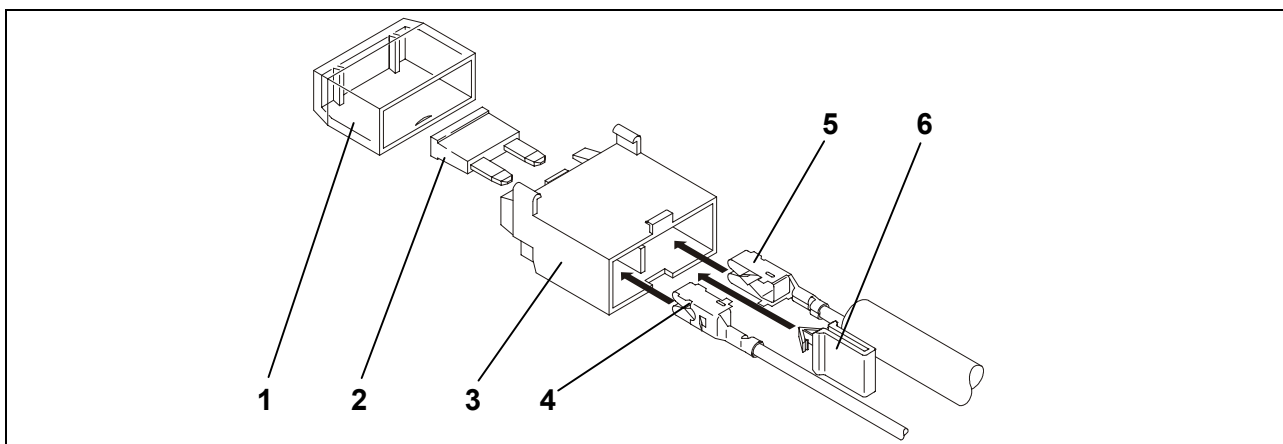

Fig. 2: montaggio portafusibili
21. Inserire la spina piatta del cavo rosso (fig. 2/5) del fascio di cavi ed il cavo singolo rosso (fig. 2/2) al portafusibili.
22. Inserire il clip giallo (fig. 2/6).
24. Inserire il fusibile (fig. 2/2) e posizionare il coperchio (fig. 2/1).